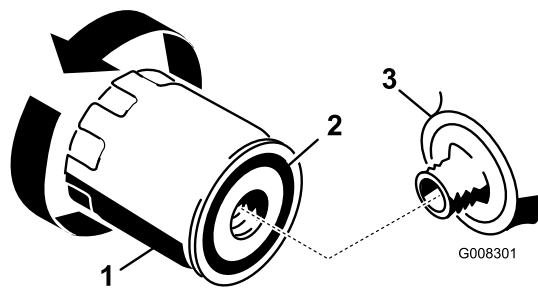

Figure 25
- Déposez le filtre à huile usagé et essuyez la surface du joint de l'adaptateur (Figure 25).
3. Appliquez une fine couche d'huile moteur neuve sur le joint en caoutchouc du filtre de rechange (Figure 25).
5. Serrez alors de 1/2 à 3/4 de tour supplémentaire (Figure 25).